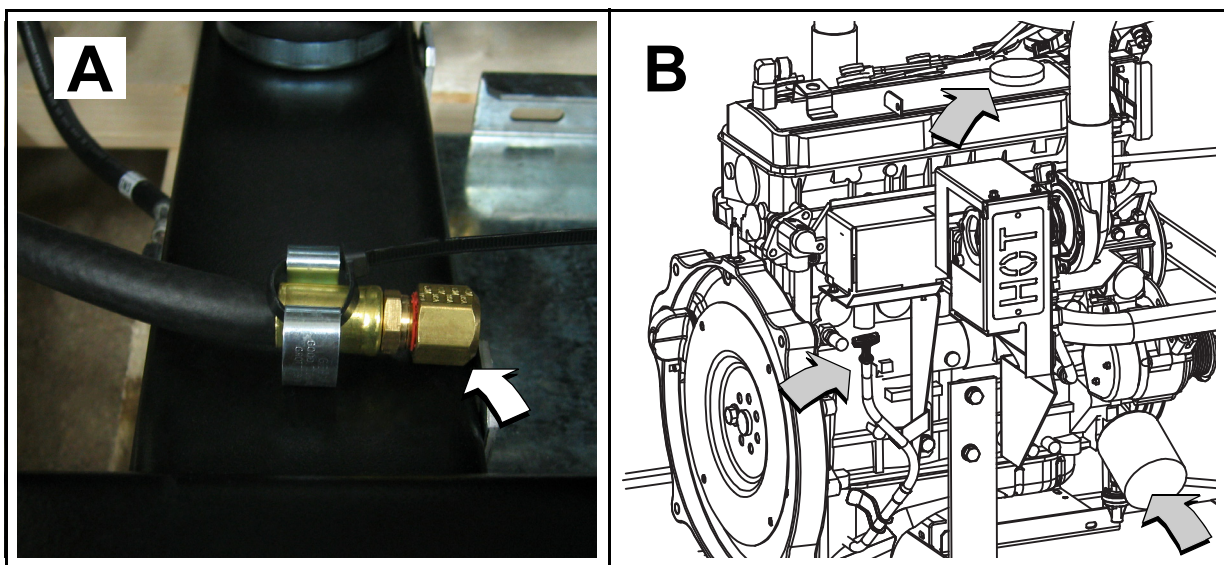

Figure 5-8. Tuyau de vidange d'huile, bouchon de l'orifice de remplissage, jauge et filtre
1. Retirez le tuyau de vidange d'huile de la pince à double mâchoire. Voir la partie A de la Figure 5-8
6. Faites tourner le filtre à huile dans le sens antihoraire pour l'enlever de son adaptateur. Voir la partie B de la Figure 5-8